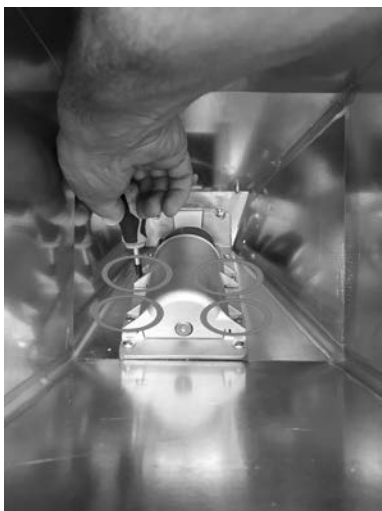

Fig. 96 - Extracción de los tornillos
- Entrar desde el depósito y desenroscar los 4 tornillos de la cobertura del tornillo alimentador (véase **Fig. 96**).